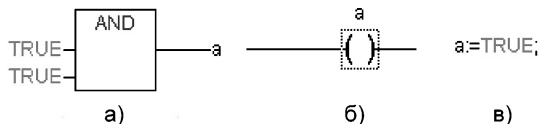

Рис. 5. Примеры программ на языках FBD (а), LD (б) и ST (в)
7.5. В зависимости от выбранного языка программирования откроется окно, в котором необходимо создать программу, исполняемую на контроллере. Простейшей программой является символ «;» в программе на языке ST, такой программы достаточно для проверки связи с контроллером. Примеры программ на языках FBD, LD и ST приведены на рис. 5.
При написании любого из примеров программ, представленных на рис. 5, будет вызван ассистент ввода (рис. 6) для описания переменной **a**.